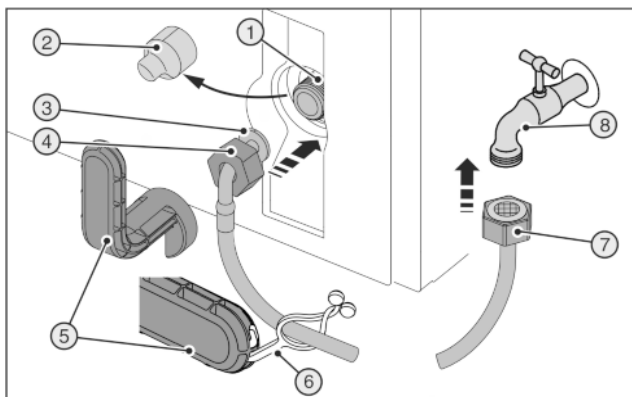
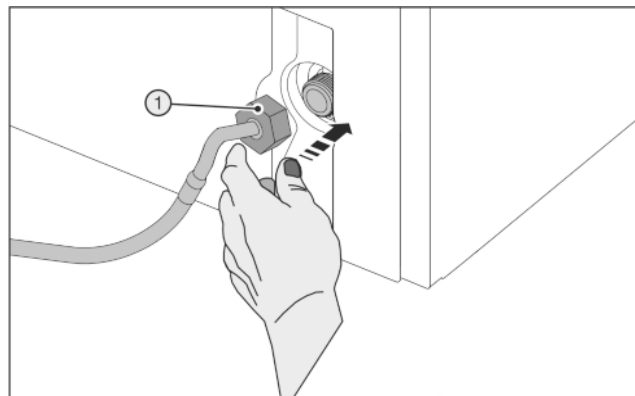

Fig. 45
Fig. 46
Rozbite urządzenie pomocnicze Fig. 45 (5)!
- Narzędzie pomocnicze Fig. 45 (5) stosować wyłącznie w temperaturze pokojowej.
- Zdjąć osłonę Fig. 45 (2).
- Ułatwiony montaż: Prosta końcówkę węża Fig. 45 (7) ułożyć na podłodze, po lewej stronie.
- Nasunąć nakrętkę Fig. 45 (4) na zagiętą końcówkę węża Fig. 45 (3) do końca i przytrzymać.
- Ostrożnie umieścić nakrętkę Fig. 46 (1) i przykręcić prosto dwoma palcami na gwincie, aż do uzyskania pewnego mocowania.
- Nakrętkę Fig. 46 (1) dokręcić przy użyciu narzędzia pomocniczego Fig. 45 (5) w kierunku zgodnym z ruchem wskazówek zegara do momentu osiągnięcia maksymalnego momentu obrotowego i przekręcenia narzędzia pomocniczego Fig. 45 (5).
- Przykręcić nakrętkę Fig. 45 (7) do zaworu odcinającego Fig. 45 (8).
- Nakrętkę Fig. 45 (7) dokręcić przy użyciu narzędzia pomocniczego Fig. 45 (5) w kierunku zgodnym z ruchem wskazówek zegara do momentu osiągnięcia maksymalnego momentu obrotowego i przekręcenia narzędzia pomocniczego Fig. 45 (5).
- Otworzyć zawór odcinający Fig. 45 (8) zasilania wodą i sprawdzić szczelność całego systemu wodnego.
- Nakładkę Fig. 45 (6) zaczepić w narzędziu pomocniczym Fig. 45 (5) i przymocować do węża z pancerzem ze stali nierdzewnej w celu przechowania.